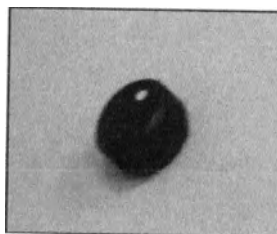

Рисунок 21-4-2. Кнопка Pilot Beam Intensity/Интенсивность пилотного лазера
- **Cont/Непрерывный режим (CW)** – непрерывная волна лазерной энергии при нажатии на ножной переключатель
8. **Pilot Beam Options/Опции пилотного лазера** – нажмите эту кнопку для открытия всплывающего окна пилотного лазер, в котором можно настроить интенсивность пилотного лазера и определить, активируется или деактивируется пилотный лазер при лазерном излучении. Также можно настроить интенсивность пилотного лазера с помощью кнопки **Pilot Beam Intensity/Интенсивность пилотного пучка**, которая расположена в верхнем левом углу устройства (см. Рисунок 21-4-2).
7. **Pilot Beam Options/Опции пилотного лазера** – нажмите эту кнопку для открытия всплывающего окна пилотного лазера, в котором можно настроить интенсивность пилотного лазера и определить, активируется или деактивируется пилотный лазер при лазерном излучении. Также можно настроить интенсивность пилотного лазера с помощью кнопки **Pilot Beam Intensity/Интенсивность пилотного пучка**, которая расположена в верхнем левом углу устройства (см. Рисунок 21-4-2).